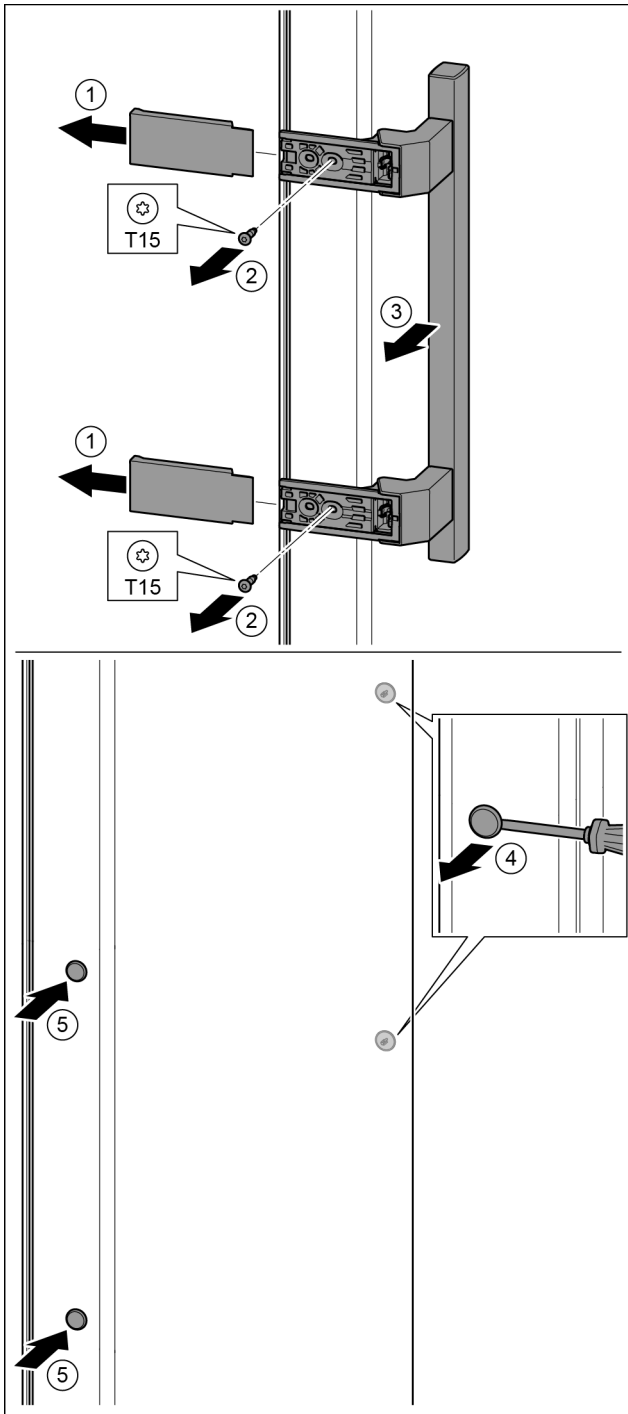

Fig. 33
- ▶ Свалете капака. Fig. 33 (1)
- ▶ С отвертка T15 отвийте винтовете. Fig. 33 (2)
- ▶ Свалете дръжката. Fig. 33 (3)
- ▶ С плоска отвертка внимателно повдигнете страничната тапа и я извадете. Fig. 33 (4)
- ▶ Отново поставете тапата от другата страна. Fig. 33 (5)